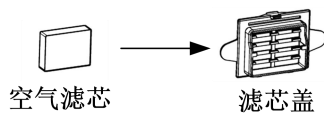

图 3-2
(1) 首先将空气滤芯（空气滤芯尺寸：34 mm × 25.5 mm × 8 mm）安装在滤芯盖上，如图 3-2 所示：